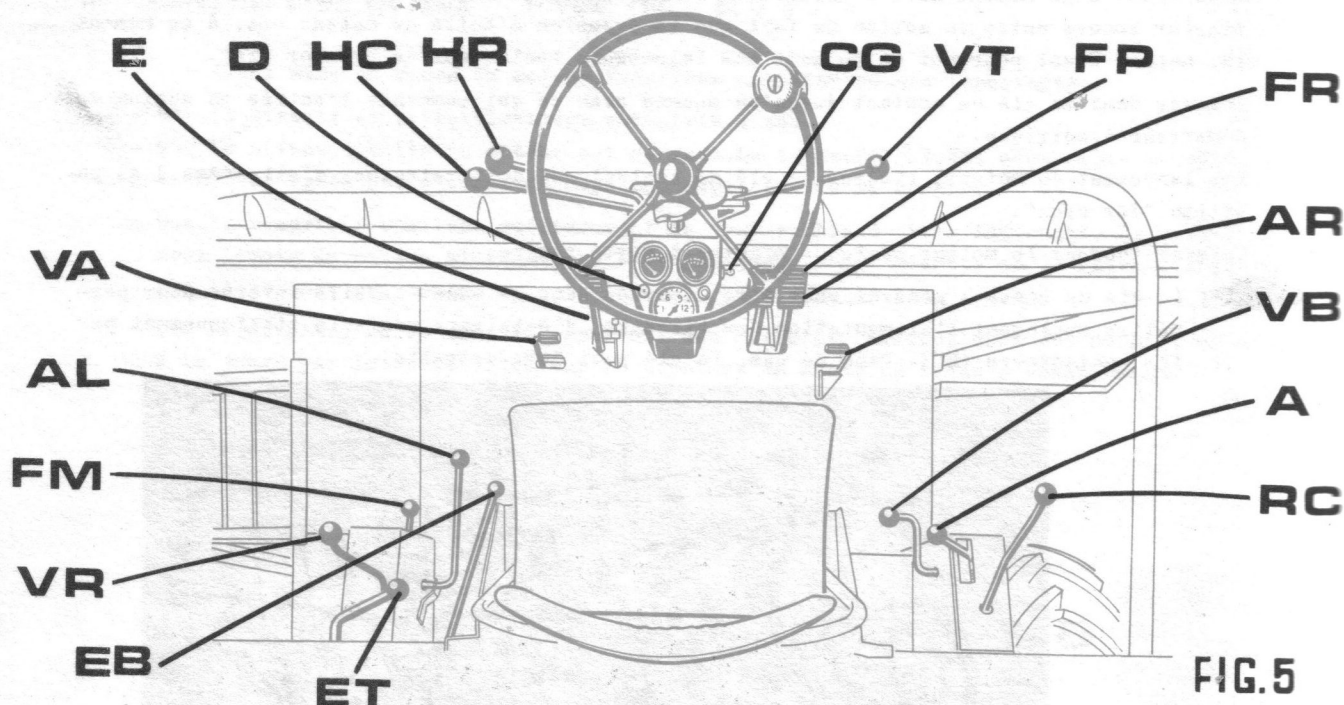

FIG.5
POUR UN DEPART NORMAL A FROID : (voir fig. 5 & 6)
B - DEMARRAGE DE LA MACHINE (voir fig. 5 et 6)
1° - Alimentation - Commandée par le levier (AL) fig. 5.
a) Hauteur de coupe (fig. 5 et 6)
- L'arbre central des rabatteurs (1) soit avancé de quelques centimètres par rapport à la barre de coupe (2), l'avancement des rabatteurs étant commandé par le levier (AR) (fig.5)
- Les pales de bois (3) atteignent, en position basse, les tiges à mi-hauteur.
- La vitesse de rotation soit proportionnelle à l'avancement de la machine (la vitesse étant commandée par le levier (VR) fig.5)
COMMENT REGLE-T-ON LES RABATTEURS (fig. 5 & 6)
Celle-ci peut être modifiée en agissant sur la manivelle (VB Fig.5) placée sur le flanc intérieur du caisson des commandes, à portée de la main droite du conducteur. Le tachymètre situé au tableau de bord indique le régime du batteur qui peut tourner à des vitesses comprises entre 400 et 1250 tours/minute environ. Le réglage de la vitesse du batteur ne peut évidemment s'effectuer qu'en marche, comme dans tout montage avec variateur de vitesse à courroies.
Le réglage de la distance entre batteur et contrebatteur s'effectue en tournant la manivelle (RC Fig.5) placée verticalement à droite du conducteur. Un index se déplaçant en regard d'un secteur gradué permet d'indiquer visuellement la position approximative du contrebatteur.